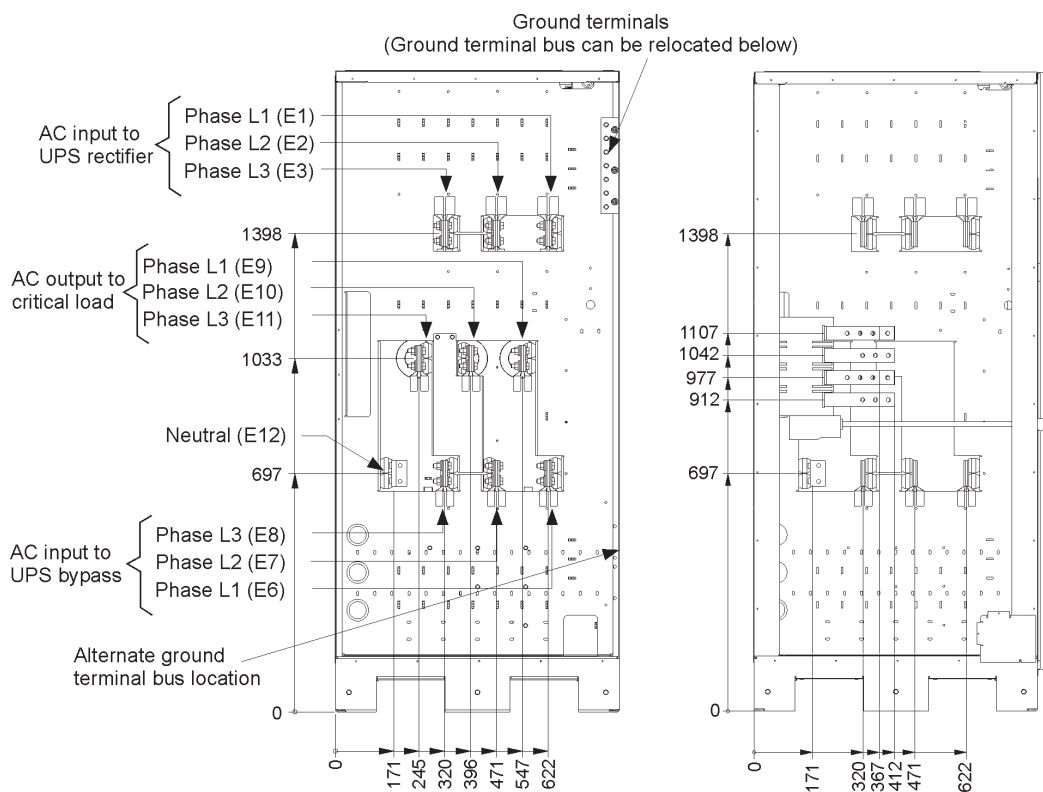

Рис. 4-6. Детальное изображение AA клеммы питания ИБП
Узел АА см. на Рис. 4-6.
8. Снимите вводные пластины интерфейсной проводки шкафа ИБП и просверлите/пробейте в них отверстия (см. Рис. 4-6 на стр. 40).